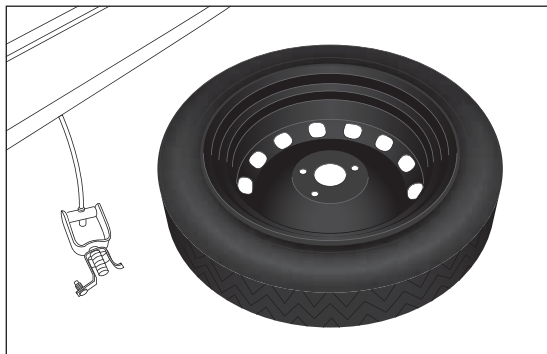

fig. 32
- ☐ prelevare quindi il ruotino di scorta fig. 32;